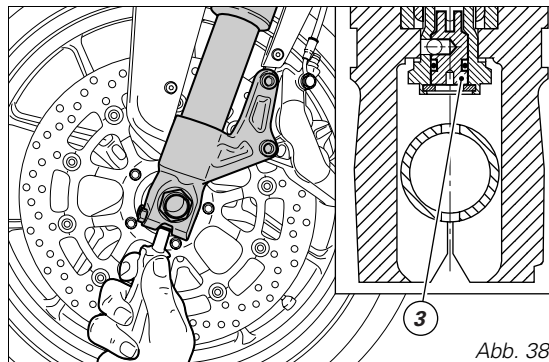

Abb. 38
- 3) zur Änderung der hydraulischen Dämpfung in der Druckstufe (Abb. 38).